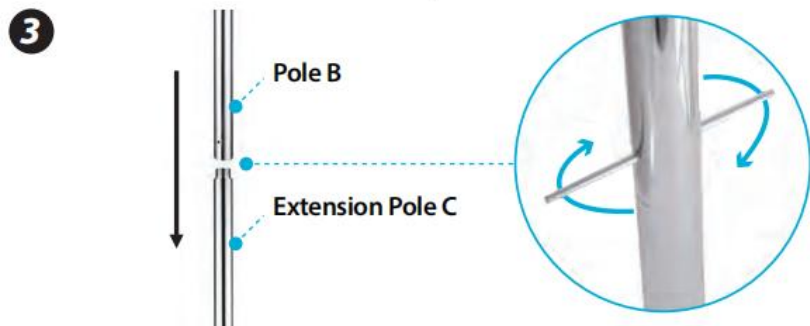

Fig 1
1. Gebruik de inbussleutel om de schroeven op de los te draaien basispaal en installeer de basispaal op de basis. Zorg ervoor dat een van de schroeven op de basispaal is bevestigd uitgelijnd met de letter “Y” op de basis (Fig. 1). Draai daarna de schroeven weer vast.